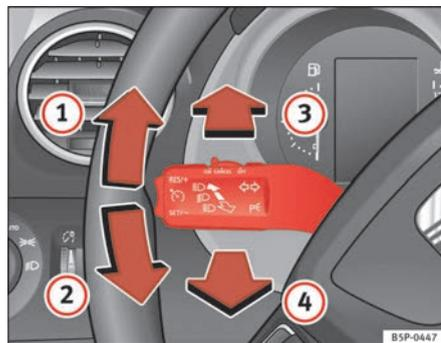

Fig. 77 Manípulo das luzes indicadoras de mudança de direcção e dos máximos
- Carregar a alavanca para cima, até ao batente para cima ⇒ fig. 77 ①, para piscar à direita ou para baixo ②, para piscar à esquerda.
- Empurrar a alavanca para a frente ⇒ fig. 77 ③, para ligar os máximos.